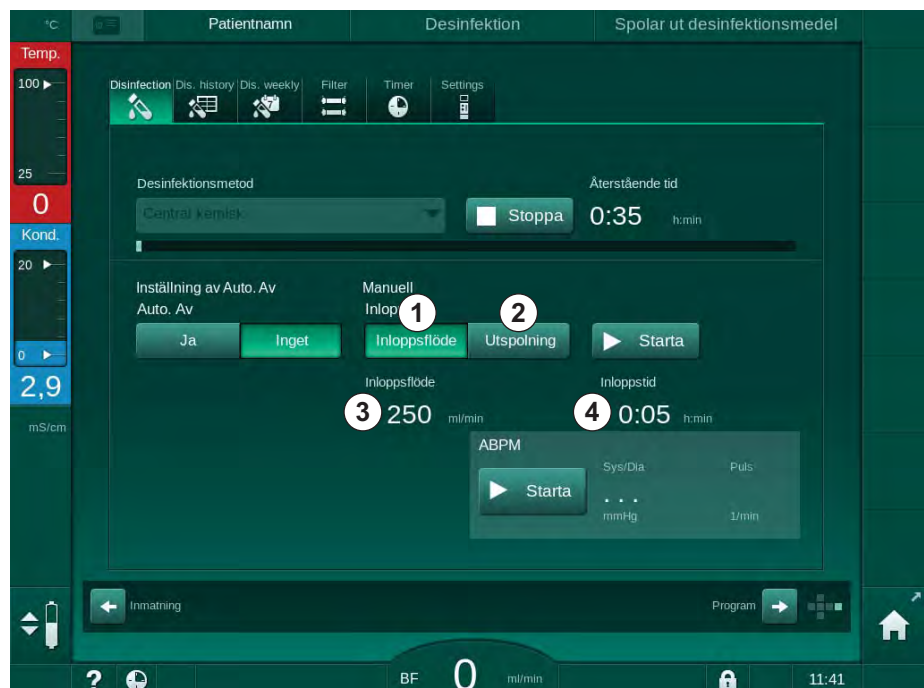

Bild 7-10 Central manuell kemisk desinfektion
I den första delen av denna desinfektionsmetod tas desinfektionsmedel från den centrala vattenförsörjningen och pumpas genom maskinen (Bild 7-10, ①). Inloppsflöde ③ och inloppstid ④ är förinställda i läget *Användarkonfiguration*. Inloppsförsörjningen stoppas när den förinställda tiden har löpt ut.